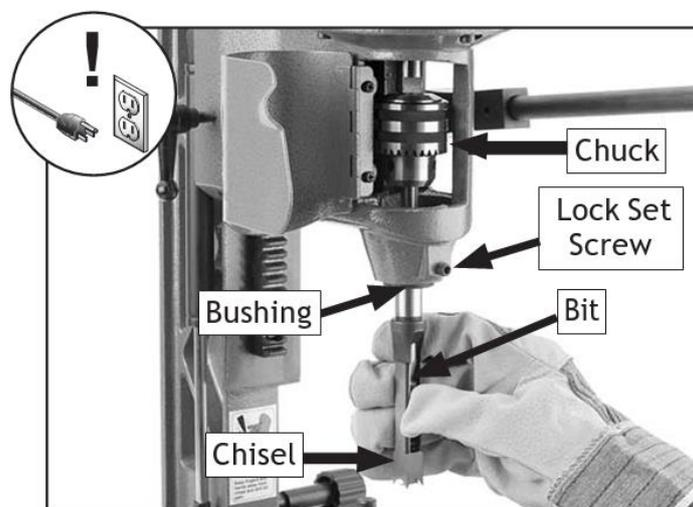

Рисунок 19. Вставка долото во втулку.
- 4 Вставьте долото и ослабьте установочный винт крепления (рис. 19) на корпусе станка.